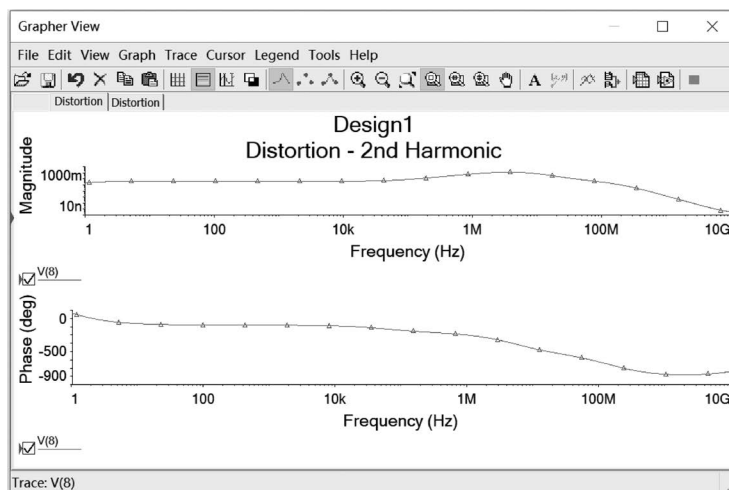
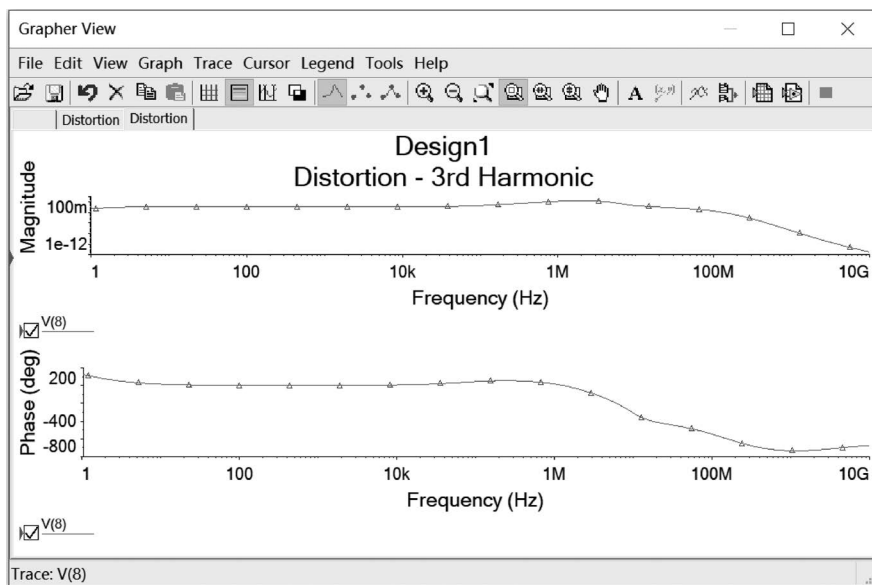

图 5.7.3 二次谐波失真情况
图 5.7.4 三次谐波失真情况
④ 单击 Run 按钮, 得到节点 8 的二次谐波和三次谐波的失真情况, 如图 5.7.3、图 5.7.4 所示。